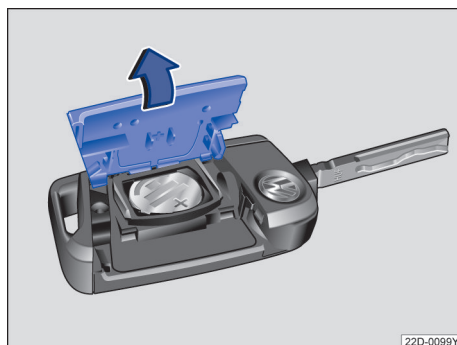

图 42 汽车钥匙：打开电池盒盖
- 用一合适的器具（例如，硬币）沿→图 42 箭头方向拆下汽车钥匙后侧的盖板→①
- 安装电池盖板，然后沿→图 42 箭头相反方向将其扣到汽车钥匙上，直至其卡定。